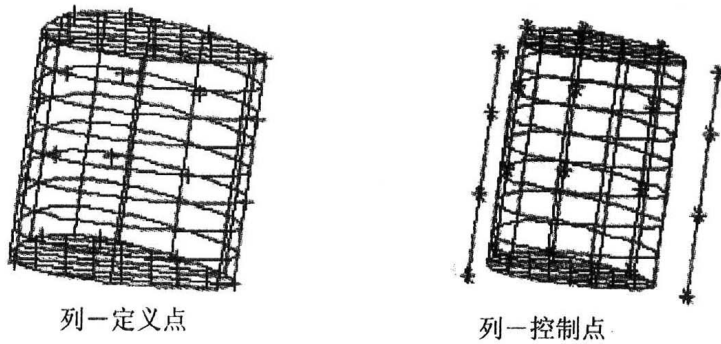

图 1.7 列闭合形式构面
- Columns(列): 定义点或控制点的第一列变为最后一列, 如图 1.7 所示。